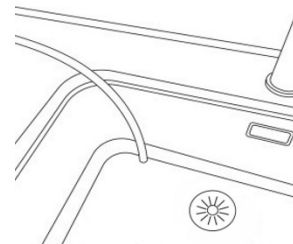

Bild 2 Ablauf gewährleisten
- Ablaufwege freihalten und den Ablaufschlauch fachgerecht befestigen, Verrutschen verhindern und das Wasser sicher zum Ablauf leiten (siehe Bild 2 Ablauf).